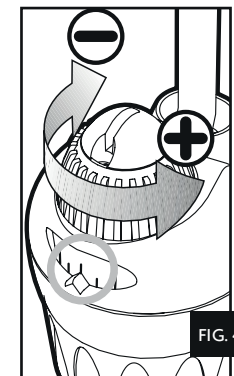

FIG. 4
- 3- Turn the blue control knob until the desired temperature shows up in the scale window (fig. 4). Leave the heater to stabilise for about one full day and check the temperature of the water with a precision thermometer.
- 3- Tourner le bouton de réglage jusqu'à ce que la valeur choisie soit en face du point de repère (fig.4). Laisser fonctionner pendant 24 heures. Prendre la température avec un thermomètre de précision.
- 3- draai de blauwe draai regelaar om het gewenste watertemperatuur te kiezen (afb. 4). Laat u de staafverwarming minimaal gedurende 24 uren draaien, controleer dan het watertemperatuur doormede een precisie thermometer.
- 3- Gire el botón de regulación hasta que el valor seleccionado esté frente al punto de referencia (fig. 4) Déjelo funcionar durante 24 horas. Tome la temperatura con un termómetro de precisión.